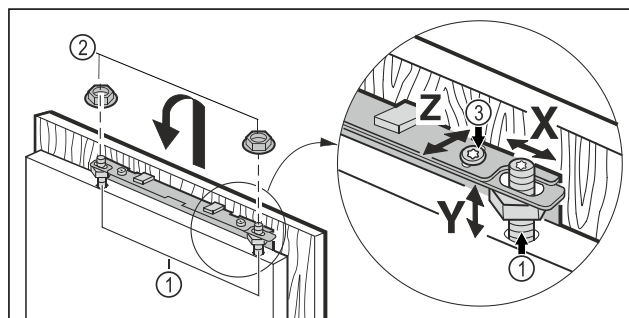

Fig. 45
- Varni derën e mobilies në bulonat e rregullimit Fig. 45 (1) dhe pastaj vidhosni sërish lirshëm kundërdadot Fig. 45 (2) në bulonat e rregullimit.
- Nivelimi i derës së mobilies në lartësinë Y dhe në pjerrësinë anësore: Rregulloni bulonin e rregullimit Fig. 45 (1) me një kaçavidë.
- Shtërngoni kundërdadot Fig. 45 (3).